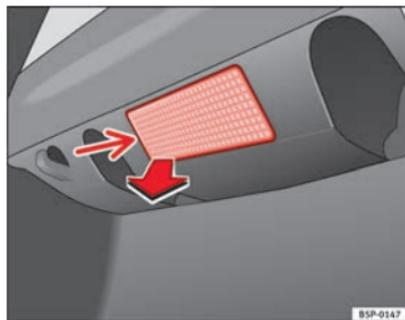

Fig. 171 Luce bagagliaio
- Estrarre il paralume facendo pressione sul bordo della sua parte interna -freccia- aiutandosi con la parte piana di un cacciavite ⇒ fig. 171.